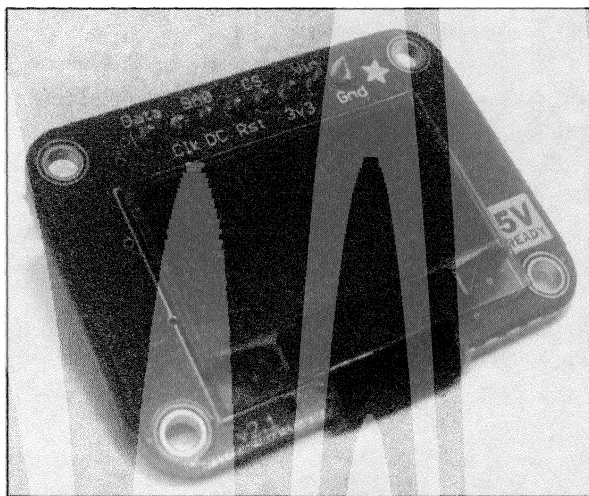

Рис. 9.4. Малогабаритный монохромный OLED-дисплей
- ◆ монохромный OLED-дисплей с разрешением 128×64 на драйвере SSD1306 (рис. 9.4). Насколько я знаю, только он совместим с ESP8266²;